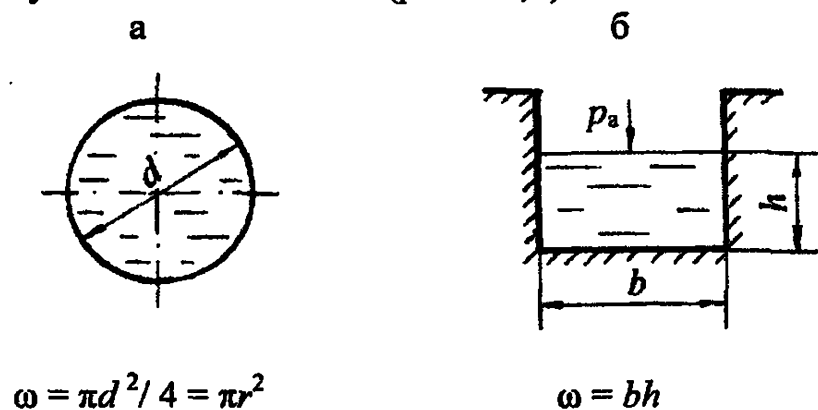

Рис. 4.2
На рис. 4.2 представлено живое сечение для круглой трубы диаметром  $d$ , полностью заполненной жидкостью (рис. 4.2,а), и для открытого русла шириной  $b$  и глубиной наполнения  $h$  (рис. 4.2,б).
**Смоченный периметр** ( $\chi$ ) – длина контура живого сечения по твердым стенкам русла. На рис. 4.2,а для круглой трубы  $\chi = \pi d = 2\pi r$  (длина окружности круглой трубы); для открытого потока (см. рис. 4.2,б)  $\chi = 2h + b$ .
Для напорного потока в круглой трубе (см. рис. 4.2,а) гидравлический радиус
для открытого потока (см. рис. 4.2,б)